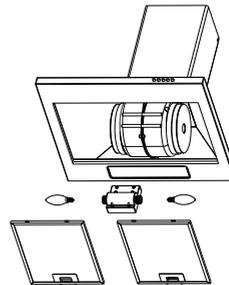

Fig. 27
- Para o modelo Brasil 60, é necessário retirar os filtros metálicos e retirar as lâmpadas que estão localizadas na parte interna da coifa fig. 27.